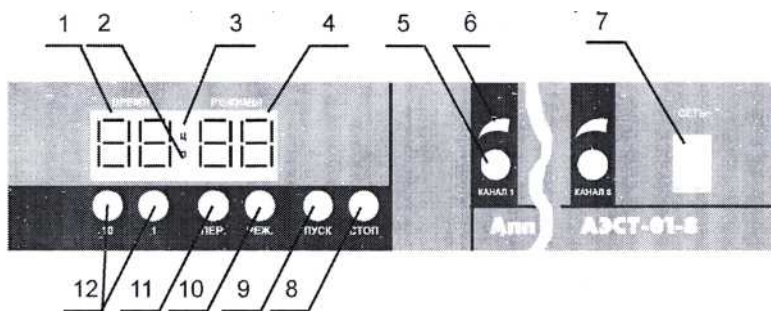

Рис. 3 Передняя панель аппарата АЗСТ-01
2.3. На передней панели электронного блока (рис.3) расположены следующие элементы управления и индикации: